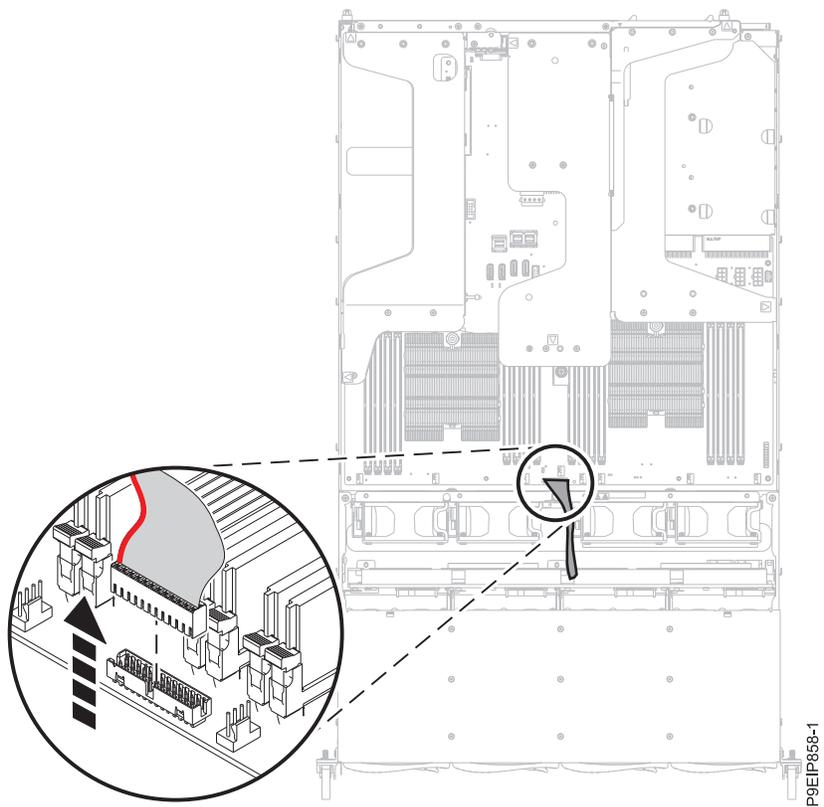

Figura 64. Extracción del cable del panel de operador
7. Extraiga el cable del panel de operador de la placa posterior del sistema, como se muestra en la Figura 64 en la página 61.